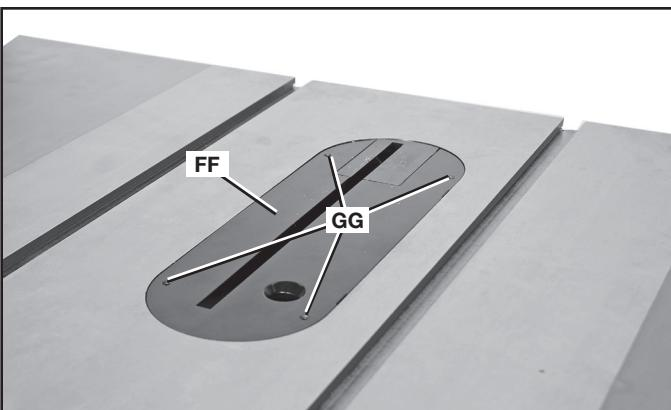
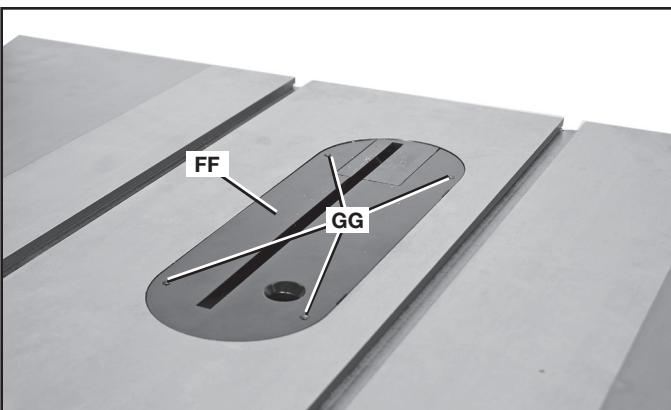
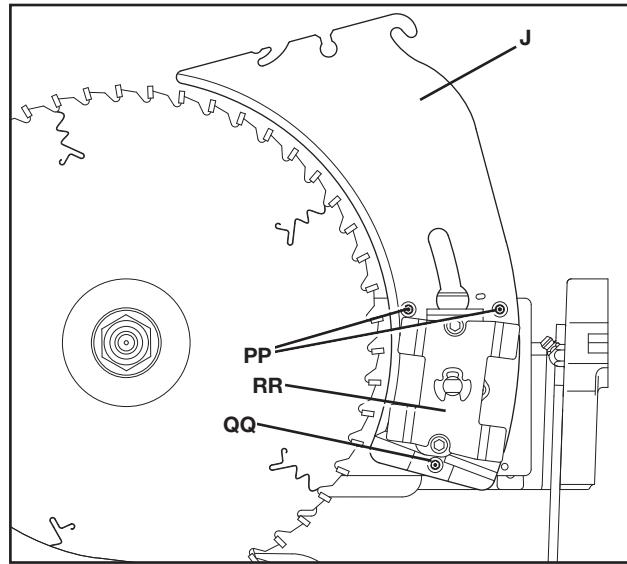
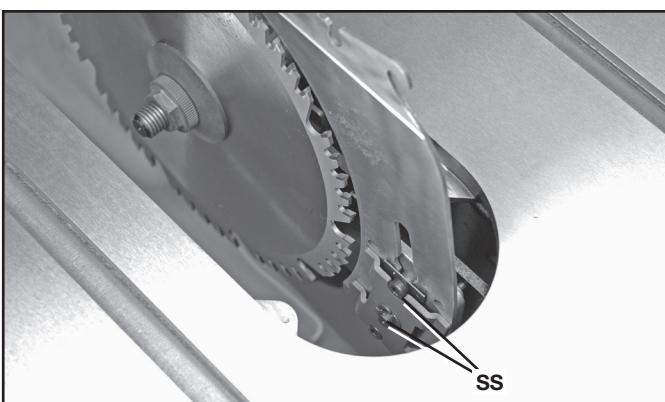

FIG. 27
FIG. 28
FIG. 33
FIG. 35
Le couteau séparateur (J) fig. 27 et fig. 28 peut servir aux coupes traversantes (où la pièce est tranchée en deux) et aux coupes non traversantes. Le couteau séparateur peut être mis en position élevée (fig. 27) pour les coupes traversantes et en position basse (fig. 28) pour les coupes non traversantes.
3. Élever le couteau séparateur (J) fig. 33 en position de coupe traversante ou à la position la plus haute (fig. 27).
4. Trouver les trois petites vis de calage (PP) et (QQ) adjacentes à la plaque de verrouillage du couteau séparateur (RR). Ces vis serviront à régler la position du couteau séparateur.
5. Coucher un bord droit sur la table contre le corps de lame et faire en sorte qu'il suit le couteau séparateur, comme l'illustre la fig. 32. Le couteau séparateur devrait à peine toucher le bord droit. Si un ajustement est nécessaire, desserrer les deux vis d'assemblage à pans creux (SS) fig. 35.
6. Régler les vis de calage (PP) et (QQ) fig. 33 pour que le couteau séparateur se déplace en ligne avec la lame conformément à la position indiquée à l'ÉTAPE 5. Coucher le bord droit de l'autre côté de la lame et répéter ces ajustements au besoin.
7. Desserrer légèrement les deux vis d'assemblage à pans creux (SS) fig. 35.
11. Serrer à fond les deux vis d'assemblage à pans creux (SS) fig. 35.